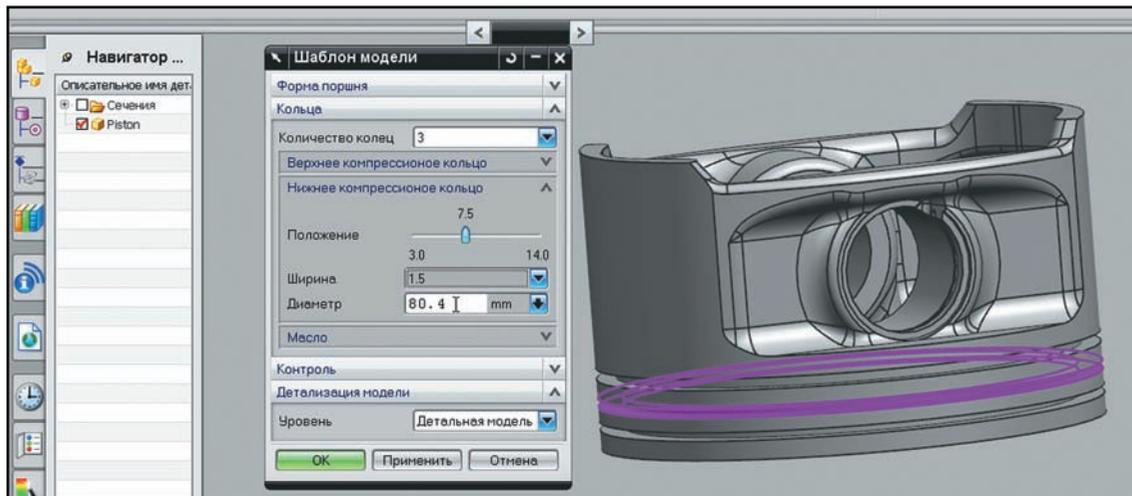

Рисунок 10.67 Тестирование шаблона
- Запустите NX7.5 и загрузите шаблон. Активируйте диалоговый интерфейс шаблона и поменяйте параметры управления проточки. Если все было сделано правильно, то при каждом изменении будет производиться запуск визуального правила, и грани проточки будут подсвечиваться (рис. 10.67).